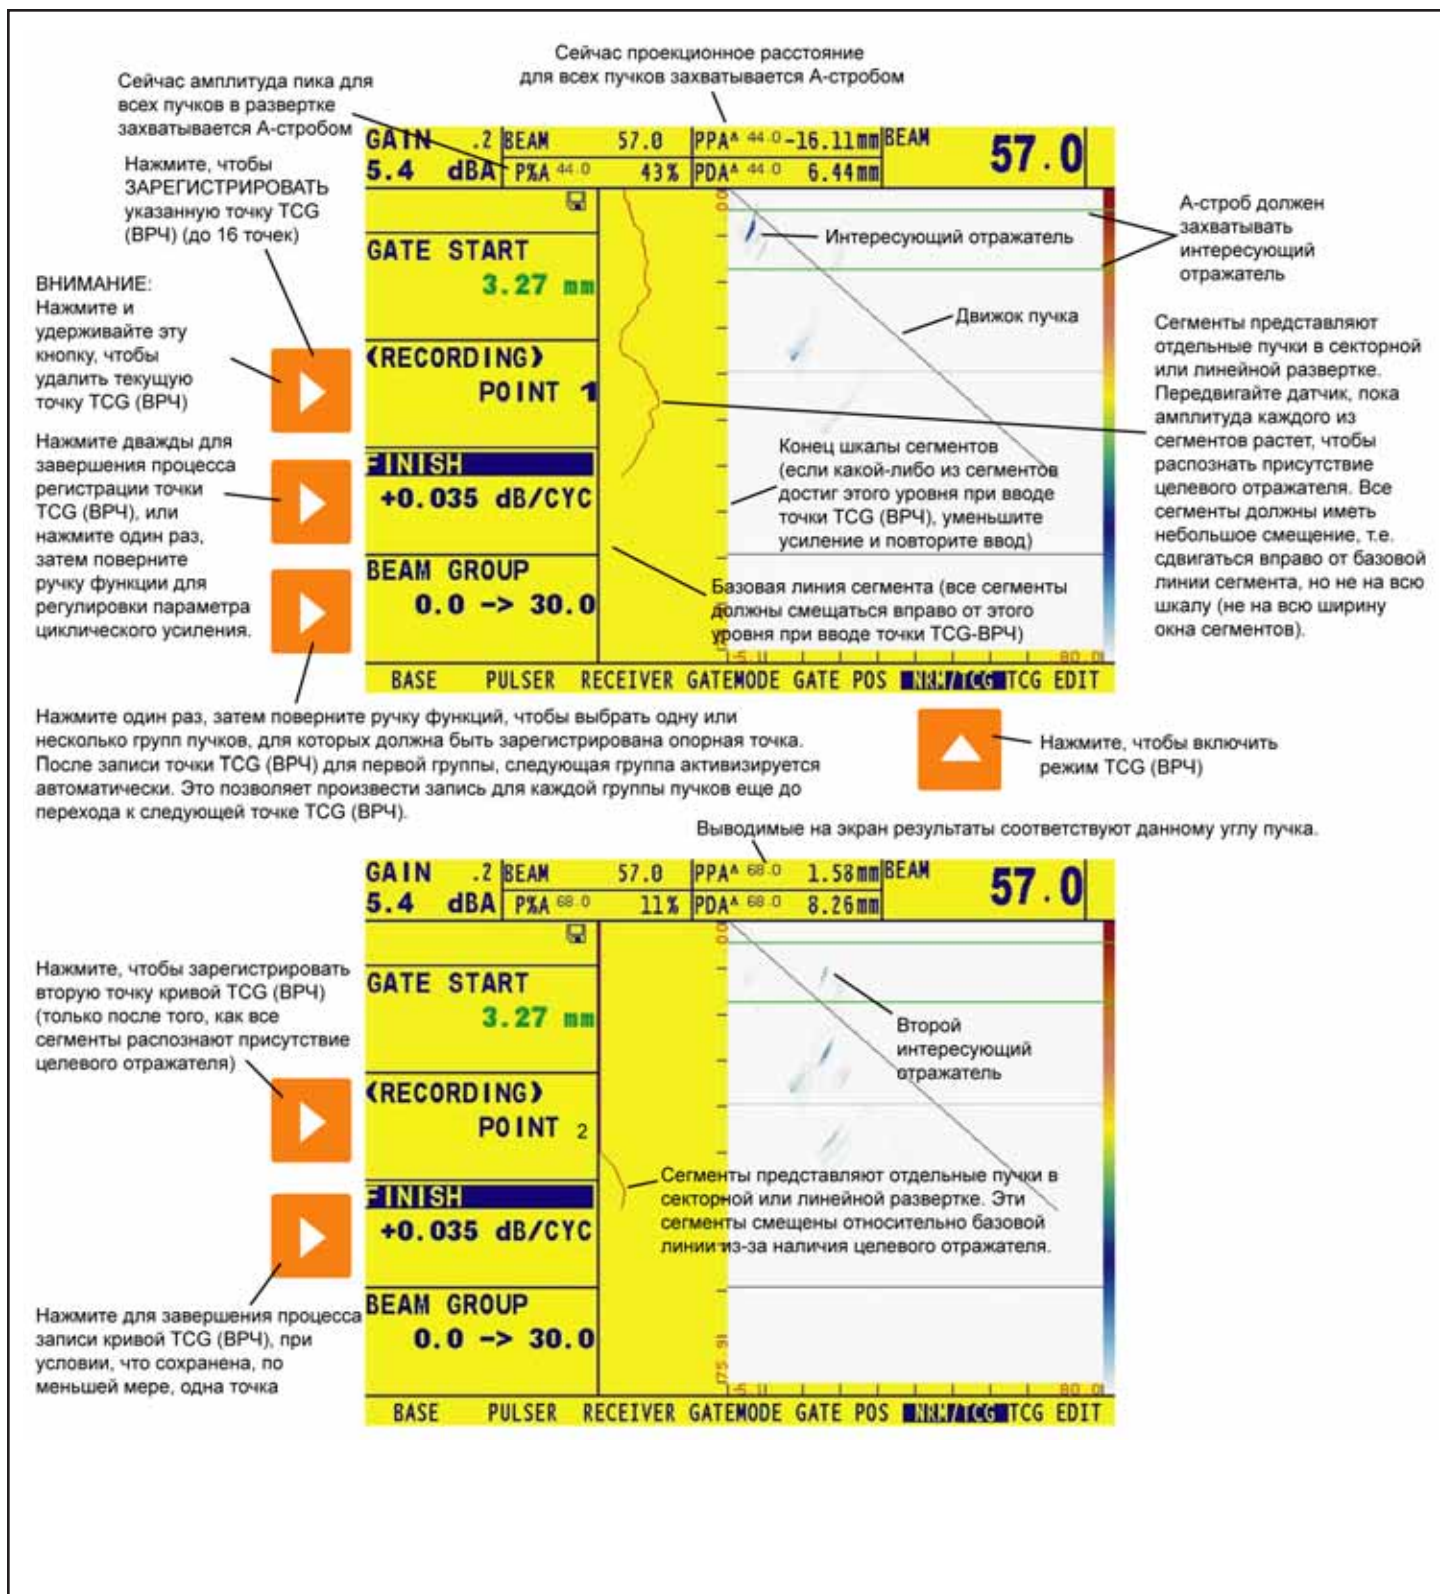

РИСУНОК 3-9—Процесс записи кривой TCG (BPЧ)
**Шаг 3:** Запустите процесс записи, дважды нажав кнопку  рядом с RECORD (ЗАПИСЬ), чтобы появилась ТОЧКА 1 (POINT 1). Присоедините ФАР-датчик к стандарту так, чтобы, по крайней мере, один «шаговый» сегмент в левой части дисплея (см. Рисунок 3-9) показывал присутствие отражателя. Как видно из Рисунка 3-9, сегменты смещаются вправо от положения их базовой линии, и это смещение пропорционально их максимальной амплитуде. Обратите внимание, что изменение усиления или смещение ПОРОГА строба А приведет к изменению амплитуды, при которой этот отражатель детектируется в стробе А.